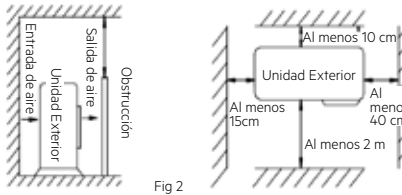

Fig 2
- La distancia de instalación debe respetar las indicaciones de la Fig. 2.